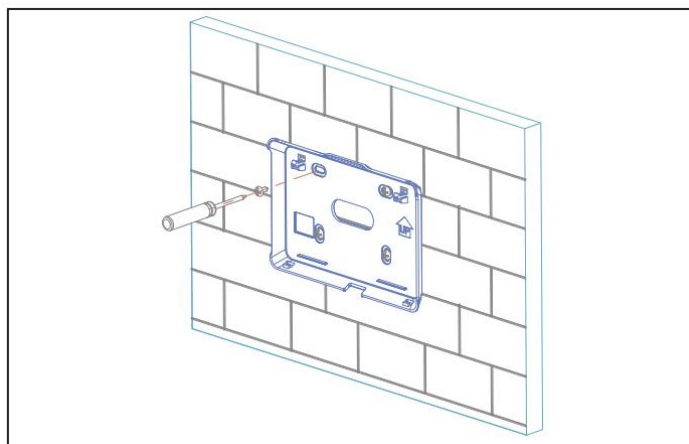

Figura 3: Fijación de la tapa trasera en la pared
3.1.2 Fije la tapa trasera a la pared con los tornillos. Véase la figura 3.